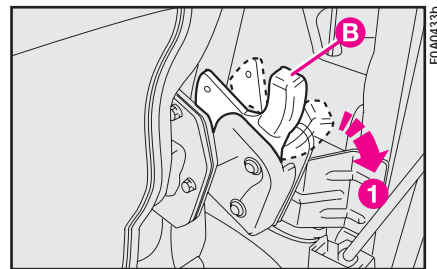

рис. 127
– переведите правый рычаг **В** (рис. 127) в положение **1** ("рычаг высвобожден"); выполните те же операции с левой стороны, затем опустите спинку сиденья на подушку и сдвиньте сиденье вперед. Удобство при складывании сиденья обеспечивается двумя пружинами. Убедитесь, что сиденье сложено правильно.
**Категорически запрещается использовать третий ряд сидений для перевозки грузов, если спинка находится в сложенном состоянии. Груз может удариться о спинку сидений второго ряда и нанести травму пассажирам (рис. 127а).**
рис. 127а
– с обеих сторон сиденья рычаги **В** (рис. 127) должны находиться в положении 1 (высвобождены); в противном случае переведите рычаги в положение 1;